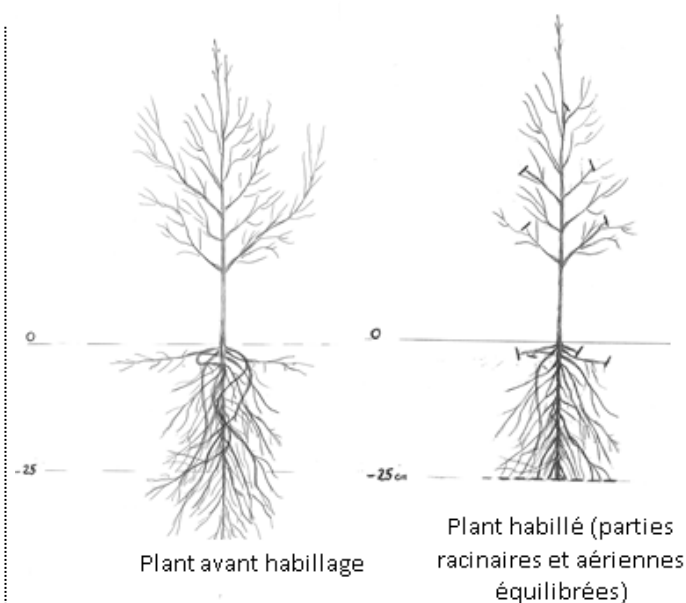

Fig. 2
- ➔ Rétablir l'équilibre racines-tiges en réduisant le volume des parties aériennes des plants dont les racines ont été amputées à l'arrachage. Laisser autant que possible l'axe principal du plant et tailler si nécessaire les axes secondaires (fig. 2). Les grands plants feuillus doivent être plantés sans branches et défourchés si nécessaire.